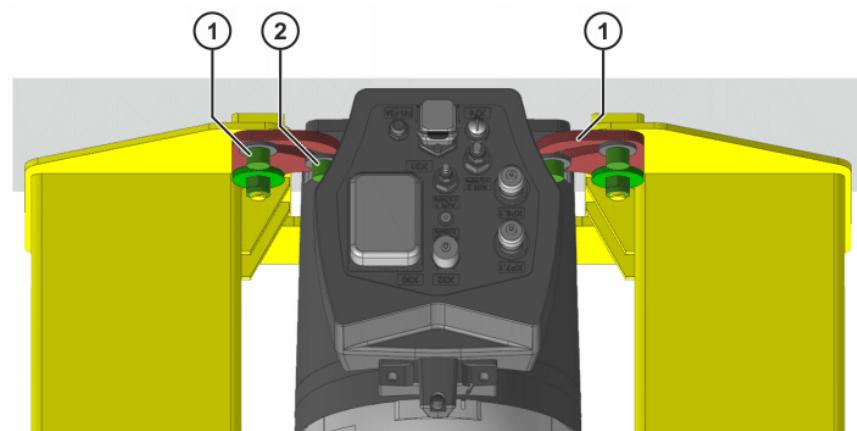

Abb. 10-16: Schwenkhalter positionieren und befestigen
10. Schwenkhalter auf Grundgestell positionieren (>> Abb. 10-16).